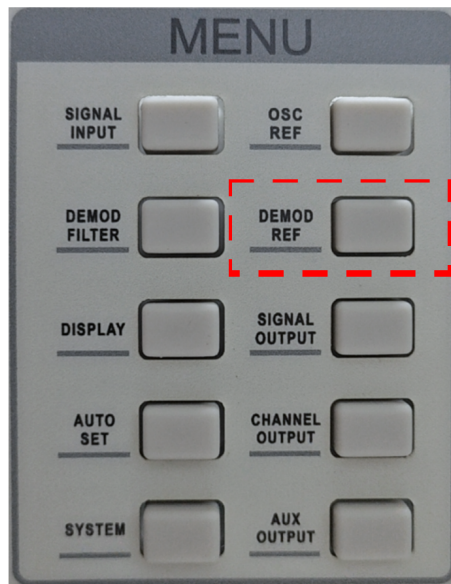

图 96. [DEMOD] 子菜单位置
4. 按下前面板 [DEMODO REF] 按键（图96所示）进入子菜单。